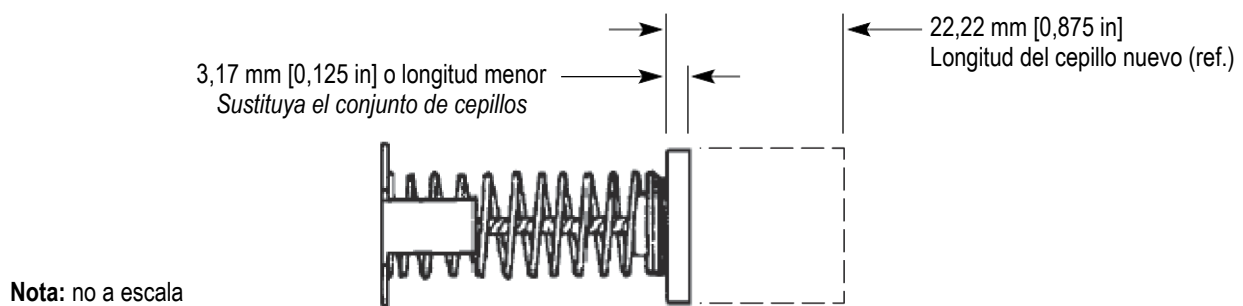

Figura 8
4. Si alguno de los cepillos mide 3,17 mm [0,125 in] o menos de longitud, sustituya el conjunto de cepillos. Consulte la figura 8.